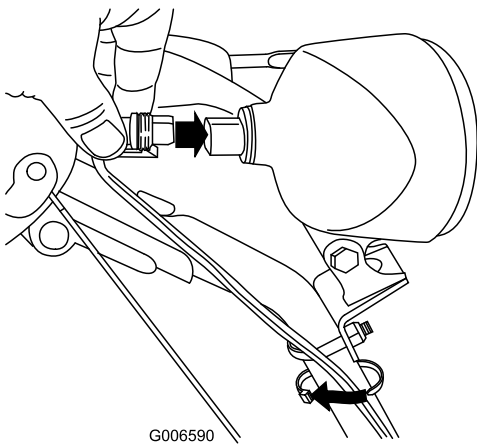

Figura 57
6. Inserte el conector del cable directamente en la parte trasera del faro hasta que quede firmemente colocado (Figura 57).